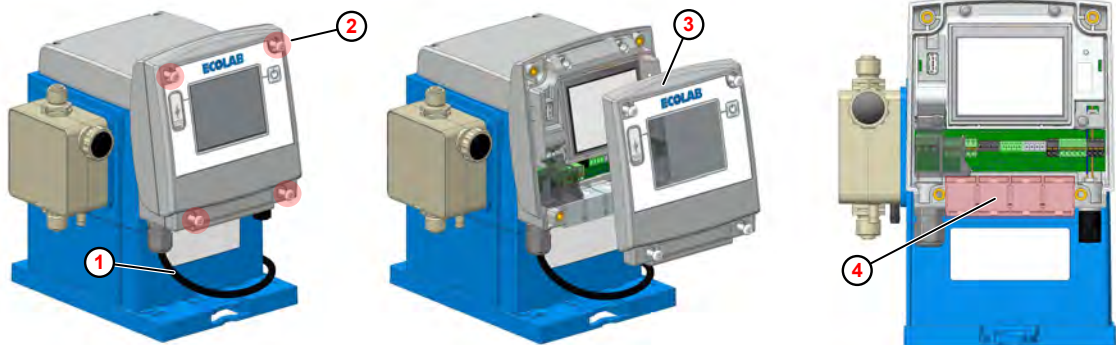

Fig. 21 : Installation électrique du système « EcoAdd »
1. Desserrer les quatre vis du boîtier (Fig. 21 , ②).
2. Retirer le panneau frontal ③ .
3. Pour le raccordement étendu de signaux externes, faire passer les branchements dans le presse-étoupe ④ .